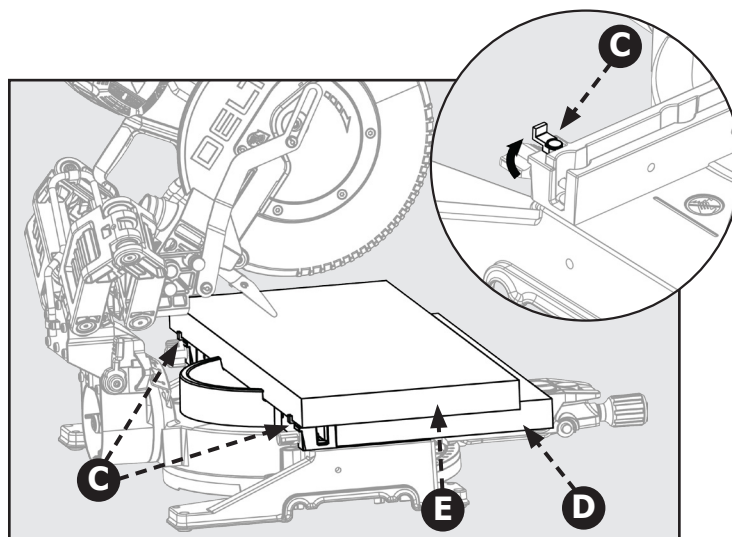

Figura 28
2. Voltee las lengüetas de apoyo (C) hacia su posición. Las lengüetas (C) están ubicadas en el lado izquierdo y derecho de la guía tope inferior (fija). Estas funcionarán como el tope posterior de la pieza de trabajo. Consulte la Figura 28.
3. Deberá agregar una tabla de mesa auxiliar (D) para brindar apoyo para la pieza que requiere un corte de gran capacidad (E). Coloque la tabla de mesa auxiliar de 2" x 14" (D) en la mesa de la sierra y contra la sección inferior (fija) de la guía tope de la sierra. Asegúrese de que la tabla esté colocada de forma segura contra la guía tope inferior (fija).
**NOTA:** Utilice tornillos para madera para asegurar la tabla de la mesa auxiliar (D) a la guía tope inferior (fija). Consulte la Figura 28.
4. Utilice las lengüetas de apoyo (C) para asegurar la pieza de trabajo antes de realizar algún corte.